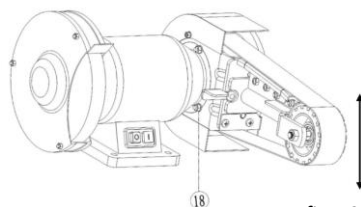

fig. 13
1. Desserrez l'écrou (n° 18) (fig. 13).
2. Ajustez le cadre en haut et en bas à l'angle désiré (fig. 13).